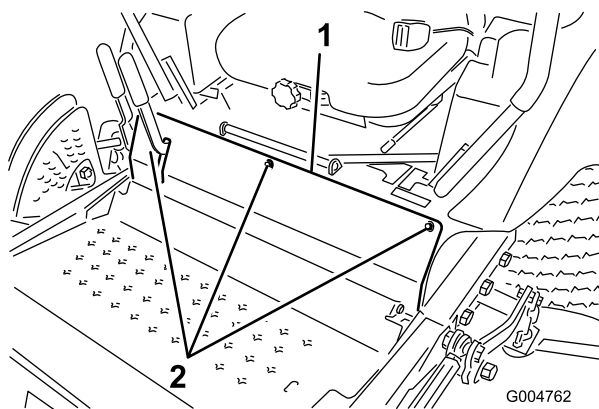

Figure 64
3. Retirez les boulons de fixation du panneau avant et déposez le panneau (Figure 64).